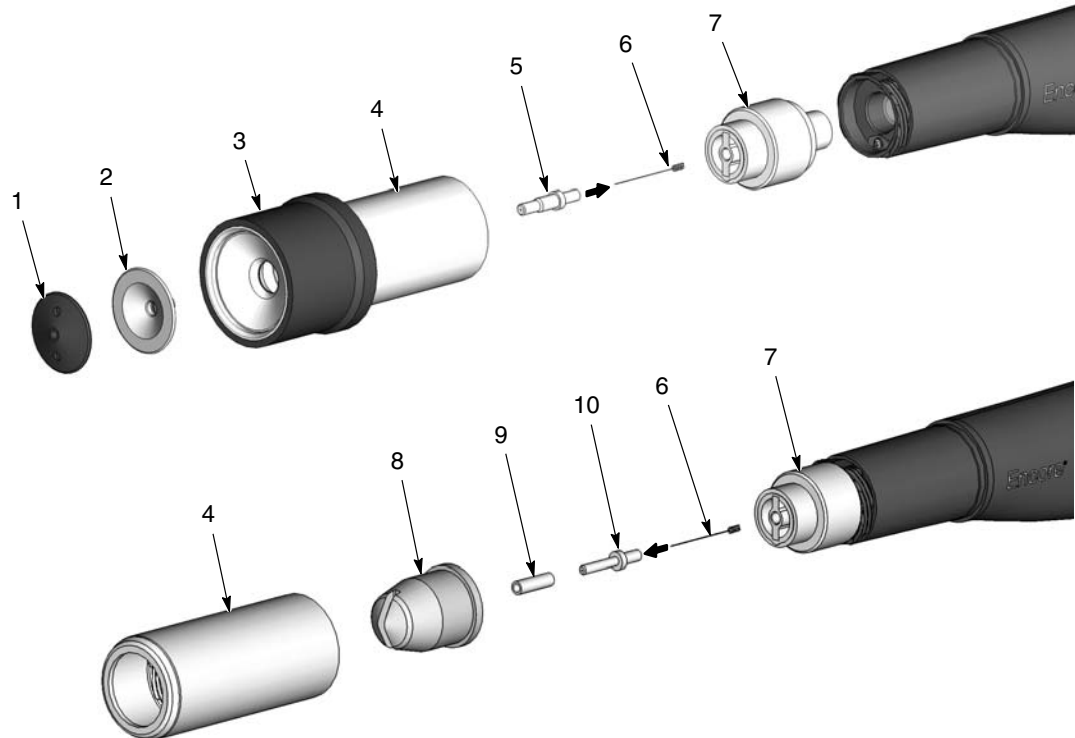

Abb. 3-5 Wechsel von Konusdüse zu Flachsprühdüse oder Winkelsprühdüse
Siehe Abbildung 3-5. Zum Wechsel von der Standardkonusdüse zu einer Flachsprühdüse oder Winkelsprühdüse folgendes bestellen:
2. Siehe Abbildung 3-5. Düse von der Pistole abnehmen: